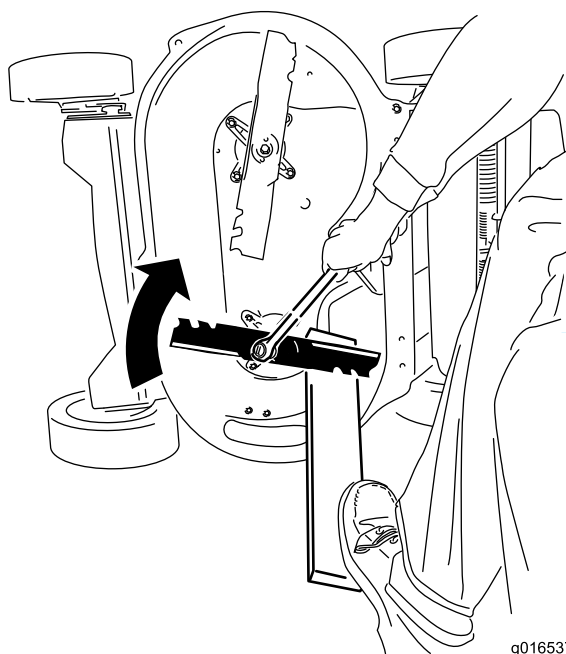

Figura 45
- Fissate ogni lama con una tavola e ruotate in senso orario con una chiave torsionometrica come mostrato in Figura 45; serrate il bullone della lama a 82 Nm.